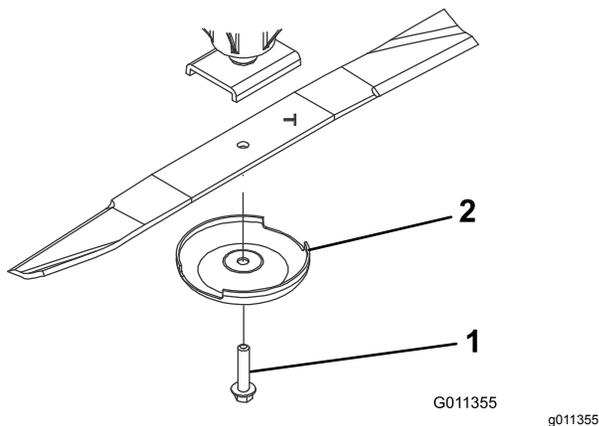

Figure 72
- Tenez la lame par son extrémité avec un chiffon ou un gant épais et enlevez le boulon, la coupelle de protection et la lame de l'axe de pivot (Figure 72).
- Montez la lame, la partie relevée vers le plateau de coupe, et fixez-la avec la coupelle de protection et le boulon (Figure 72).